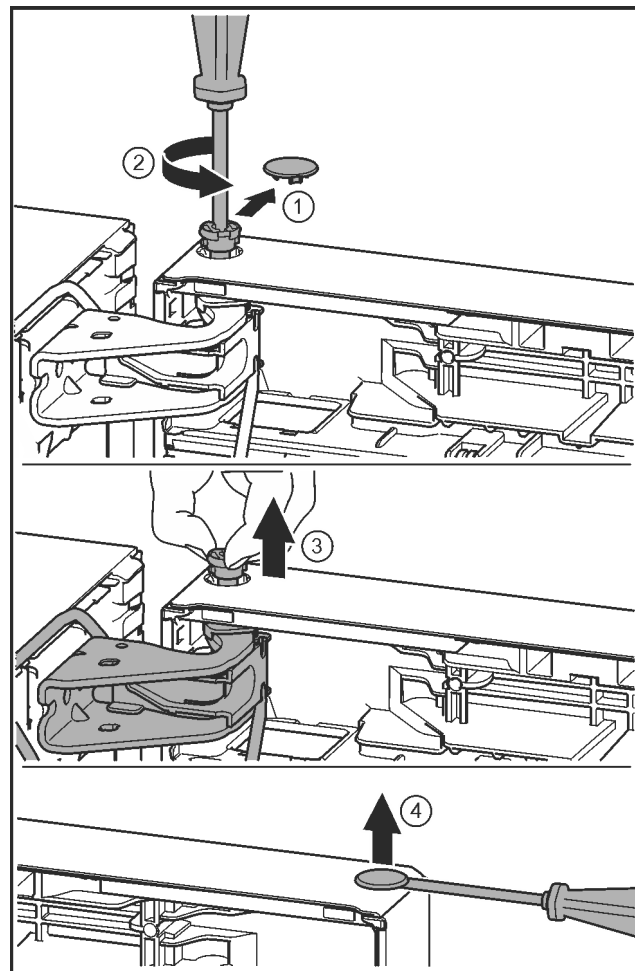

Fig. 21
- ▶ 小心拆下安全盖。 Fig. 21 (1)
- ▶ 用 T15 螺丝刀拧下一枚螺栓。 Fig. 21 (2)
- ▶ 抓紧门并用手指拔出螺栓。 Fig. 21 (3)
- ▶ 用带槽螺丝刀小心地从门轴衬上提起堵头并将其拉出。 Fig. 21 (4)